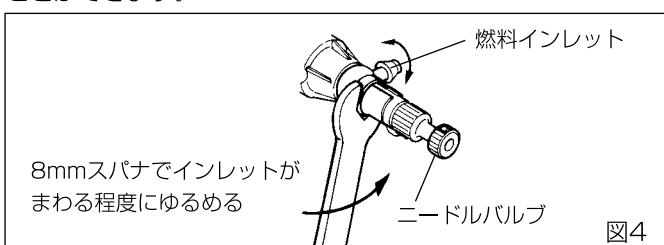

図4
- 適時ニードルホルダーを外し（図4参照）アルコールや燃料で洗浄してください。（ニードルホルダーを外した時、ガスケットをなくさないように元の通りに組み立ててください。）